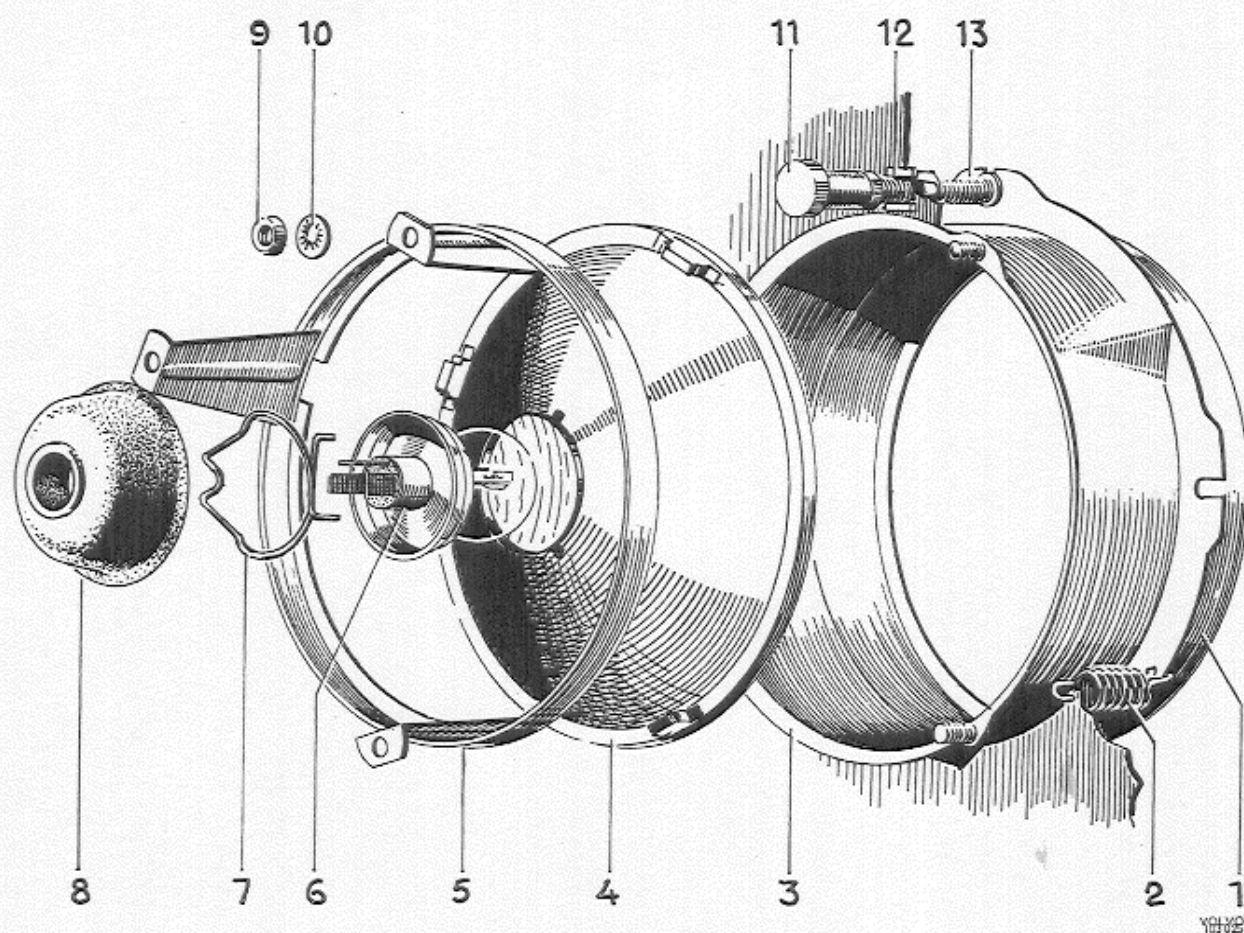

Abb. 105 Scheinwerfer
Die Beleuchtung besteht aus Scheinwerfern mit Fern- und Abblendlicht (Abb. 105), Standleuchten, Rückleuchten und Kennzeichenbeleuchtung. Die Scheinwerfer sind in der Front eingebaut und werden mit dem Lichtschalter am Armaturenbrett aus- und eingeschaltet. Das Umschalten von Fern- auf Abblendlicht erfolgt durch Anheben des Blin-
2. Die drei Muttern (9, Abb. 105) ausbauen und den Halterring wegheben. Einsatz mit Lampe herausnehmen.